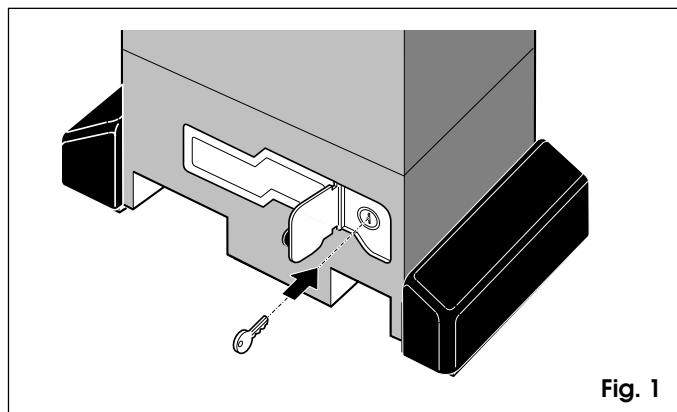

Fig. 1
Per accedere al serbatoio è necessario togliere temporaneamente il tappo di carico olio (Fig.1 rif.8).
- 1) Aprire lo sportellino di protezione ed inserire l'apposita chiave in dotazione nella serratura (Fig. 1).